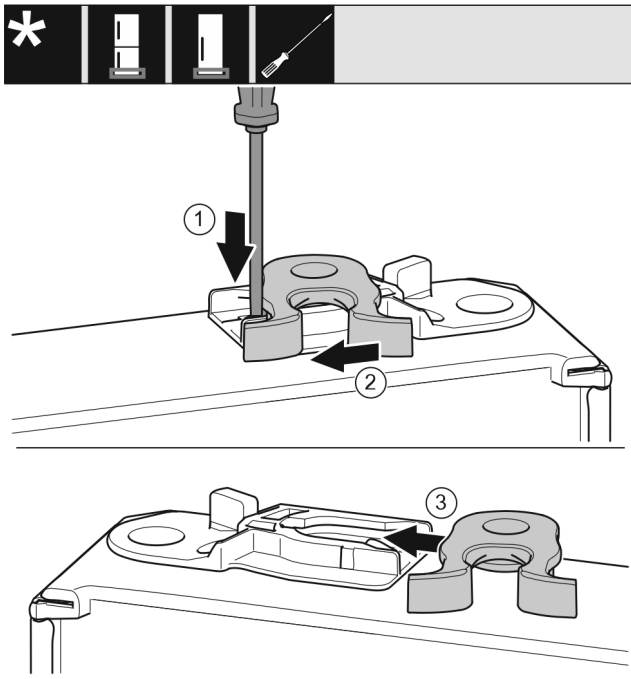

Fig. 19
- ▶ Plochým šroubovákem přitlačte lamelu Fig. 19 (1) dolů.
- ▶ Vytáhněte petlici Fig. 19 (2) z vedení.
- ▶ Petlici Fig. 19 (3) zasuňte do vedení na druhé straně.